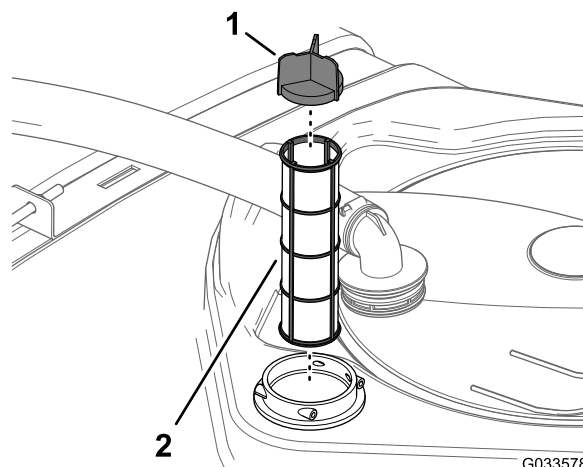

Figure 88
4. Sortez la crépine d'aspiration du logement du filtre dans le réservoir (Figure 88).